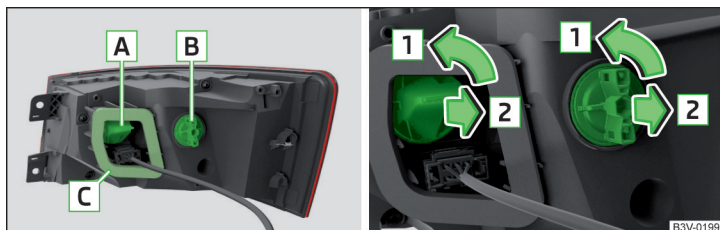

Fig. 266 Blocul optic spate/înlocuirea becului cu incandescentă
- Aveți grijă ca la montarea lămpii, cablajul să nu fie strivît între caroserie și blocul optic iar garnitura [C] » fig. 266 la pagina 223 să fie montată corect - există pericolul de pătrundere a apei și de deteriorare a instalației electrice.
- › Rotiți soclul, împreună cu becul cu incandescentă [A], respectiv [B] » fig. 266 în sensul săgeții [1]